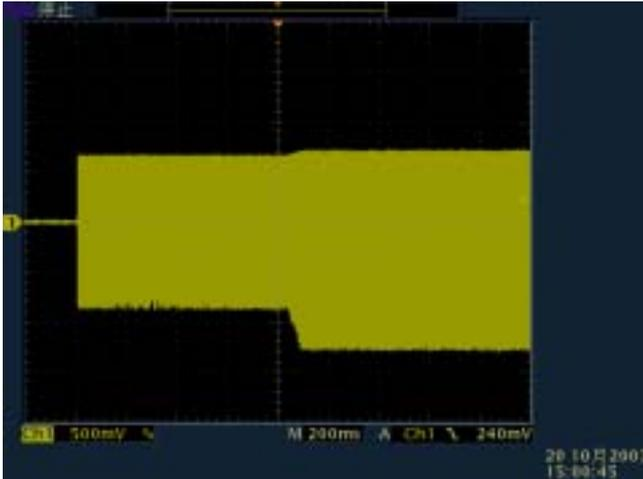

图 7 预热、扫频、正常工作时的  $V_{BE}$
5. 打开 +15V 直流电源，再次观测  $V_{BE}$ ，确定预热频率为 73KHz，工作频率为 45 KHz，并且能够清晰看到扫频过程。预热时间调节可以通过调整  $C_{pre}$  实现。图 7 包含了预热、扫频、正常工作的  $V_{BE}$  波形。